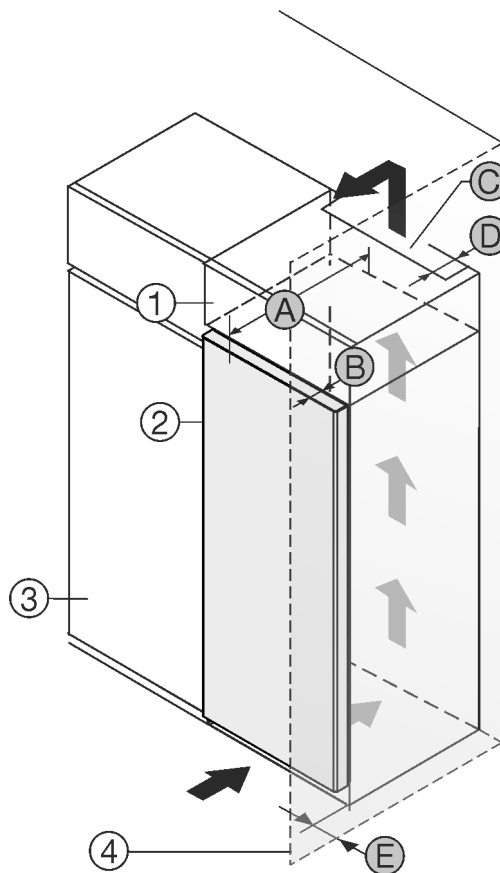

Fig. 1
Zariadenie môžete inštalovať priamo vedľa kuchynskej skrine Fig. 1 (3).
Na zadnej strane nadstavnej skrine musí byť vetracia šachta s hĺbkou Fig. 1 (D) cez celú šírku nadstavnej skrine.\*
Pod stropom miestnosti sa musí dodržať prierez vetracieho otvoru Fig. 1 (C).\*
Ak zariadenie nainštalujete so závesmi vedľa steny Fig. 1 (4), tak vzďialenosť medzi zariadením a stenou musí byť minimálne 13 mm.\*
Ak zariadenie nainštalujete so závesmi vedľa steny Fig. 1 (4), tak vzďialenosť medzi zariadením a stenou musí byť minimálne 20 mm.\*
Aby ste mohli dvere úplne otvoriť, zariadenie musí vyčnievať o hĺbku dverí Fig. 1 (B) prednej časti kuchynskej skrine. V závislosti od hĺbky kuchynských skriň Fig. 1 (3) a použitia dištančných držiakov na stenu môže zariadenie prečnievať ešte viac.\*